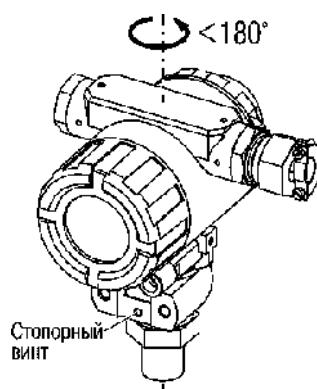

Рисунок 6.2 – Поворот корпуса относительно штуцера
1. Ослабить стопорный винт с помощью ключа для внутреннего шестигранника размером S = 2 мм (см. рисунок 6.2).